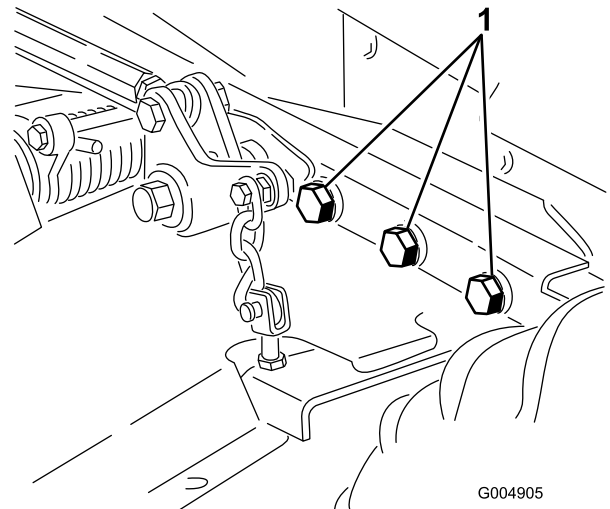

Figure 62
4. Vérifiez le serrage de toutes les fixations et resserrez-les au besoin. Serrez les 6 boulons qui fixent le cadre du plateau de coupe au groupe de déplacement (Figure 62) à 359 N m.